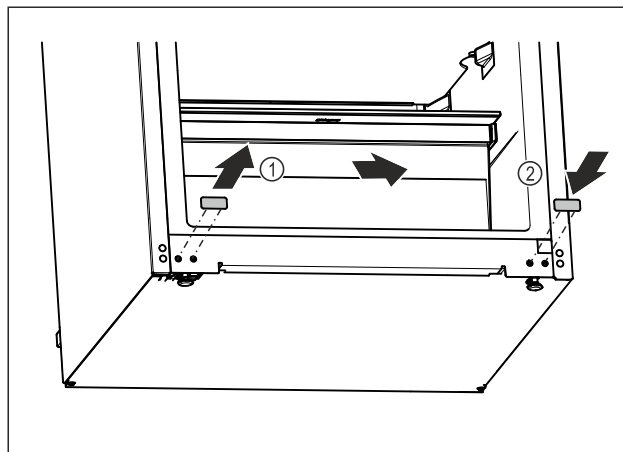

Fig. 21
- ▶ Извлеките заглушку. Fig. 21 (1)
- ▶ Установите заглушку на противоположной стороне. Fig. 21 (2)